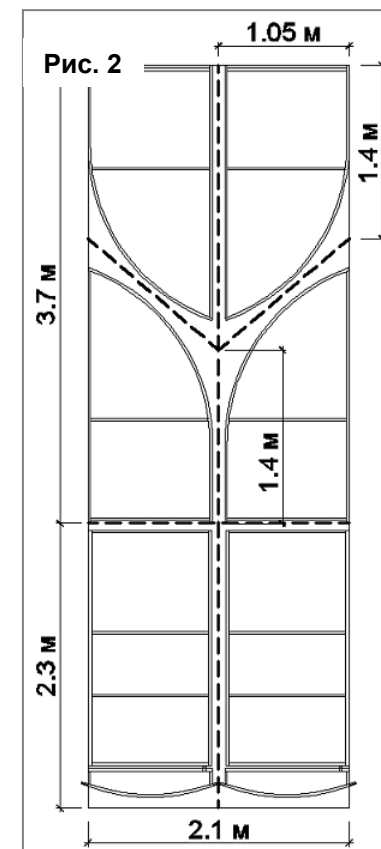

Рис. 2
5.2.2. Поликарбонат с размер 3.7x2.1 м трябва да се разреже наполовина, така че да се получат две части с размери 3.7x1.05 м. След това тези части трябва да се разрежат по диагонал, съгласно схемата, показана на рис.2, отмервайки с всяка страна по 1.4 м. Тези части във вид на трапец ще служат за покриване на лявата и дясната част на челния панел (поз.1).
5.2.3 Оставащата част поликарбонат с размери 2.3x2.1 м разрежете наполовина, както е показано на (рис.2). Те ще бъдат използвани за покриването на вратите и горната рамка на вратата.